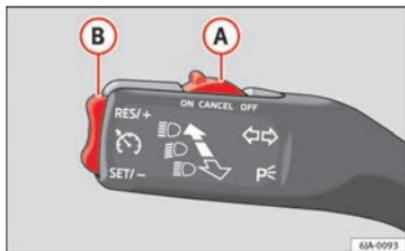

Fig. 109 Manípulo das luzes indicadoras de mudança de direcção e dos máximos: botões do regulador de velocidade
- Mova o interruptor **(A)** ⇒ Fig. 109 para a posição **ON**.
- Pressione o botão basculante **(B)** ⇒ Fig. 109 ⇒ Página 158 na posição **RES**.
- A velocidade programada pode **ser diminuída** pressionando o botão **(B)** ⇒ Fig. 109 ⇒ Página 158 na posição **SET**.
O regulador de velocidade é **desactivado temporariamente** ao pressionar o botão **(A)** ⇒ Fig. 109 ⇒ Página 158 na posição **CANCEL**, ou ao pisar o pedal do travão ou da embraiagem.
– Mova o interruptor **(A)** ⇒ Fig. 109 ⇒ Página 158 para a posição **OFF**.